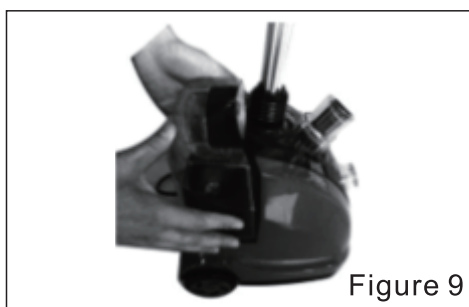

Figure 9
- ⑧ Placez le réservoir d'eau sur l'unité principale comme montré dans la figure 9.